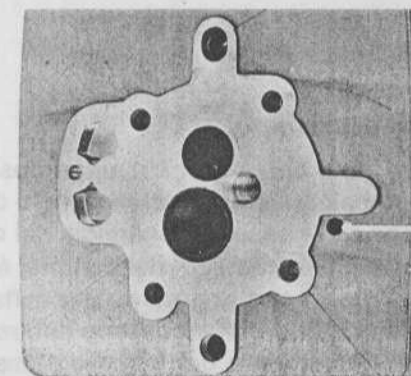

Fig. 41
Per evitare di confondere tra di loro le due testate, praticare dei segni di riferimento (1) (Fig. 41).
Apply reference marks to cylinder heads to ensure that they are not transposed during rebuild (1) (Fig. 41).